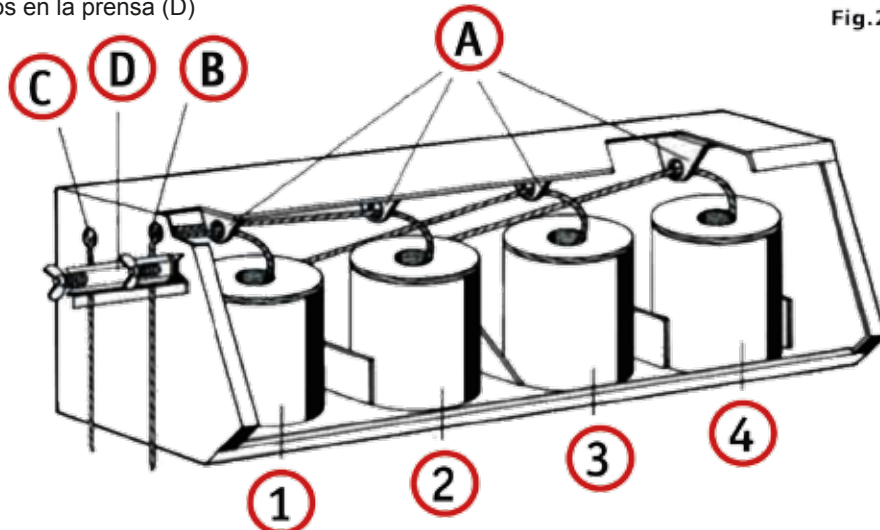

Fig.2
#### 3. COMO SE SUGIERE EN LA FIG. 2:
Tome ambos extremos de las bobinas que salen de los orificios (C) y (B) (Fig. 2) y pongalos dentro de la guía para hilo (P) para el brazo y entonces dentro de la primera guía de hilo (Q) situada en la protección de la aguja. Después de esta operación, tome los extremos por separado y ponga cada uno dentro de las guías (R) para cada aguja, después póngalos dentro del ojo de cada aguja y átelos a la barra transversal inferior de la cámara.